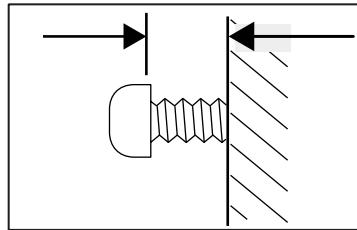

Figura 2
- Deje un espacio de 5mm entre la pared y la parte posterior de la cabeza del tornillo, para deslizar la campana (Figura 2).